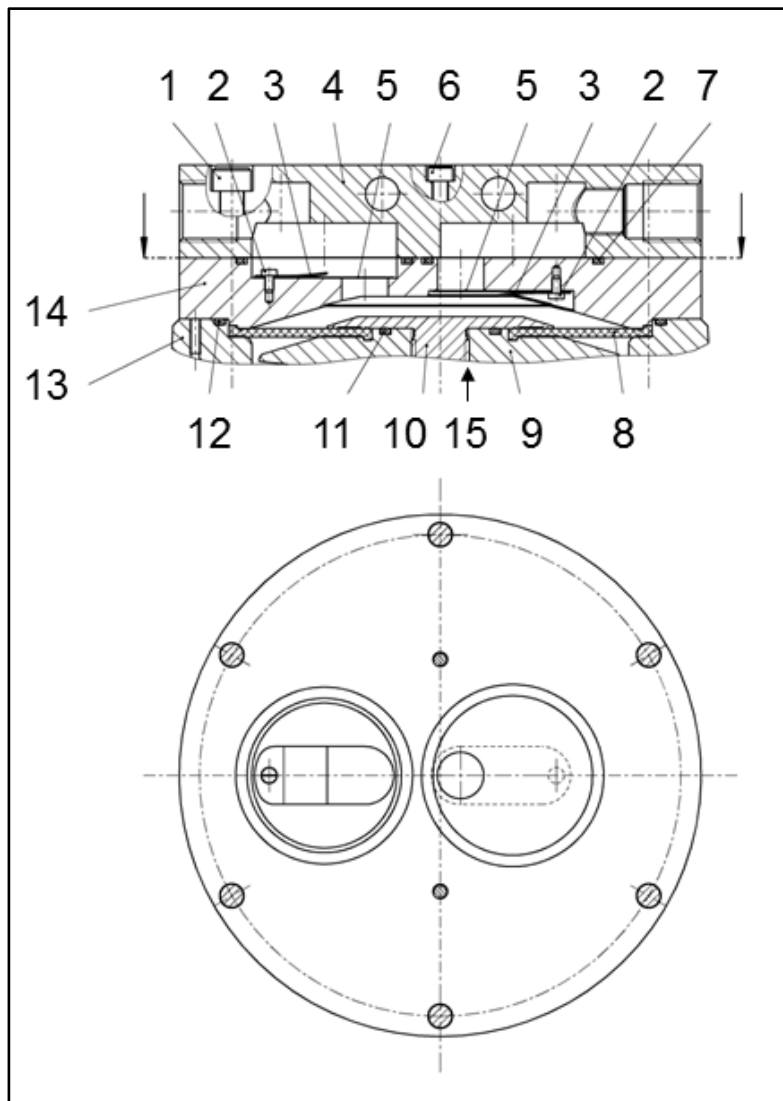

Abb. 10: Einzelteile des Pumpenkopfs
** Nach Abb. 10
i Die folgenden Positionsbezeichnungen beziehen sich auf Abb. 10, falls nicht anders angegeben.